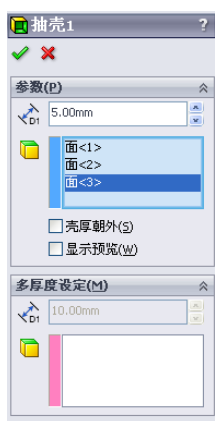
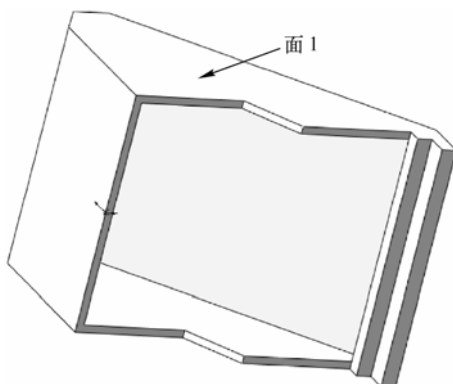

图 13-146 “抽壳 1”属性管理器
图 13-147 抽壳结果
(4) 实体抽壳。选择菜单栏中的“插入”→“特征”→“抽壳”命令，或者单击“特征”工具栏中的（抽壳）按钮，此时系统弹出如图 13-146 所示的“抽壳 1”属性管理器。输入厚度为“5 mm”，在视图中选择如图 13-146 所示的三个面为移除面，然后单击（确定）按钮。结果如图 13-147 所示。
(5) 绘制草图 2。在视图中用鼠标选择如图 13-147 所示的面 1 作为绘制图形的基准面。单击“草图”工具栏中的（直线）按钮，绘制并标注草图如图 13-148 所示。